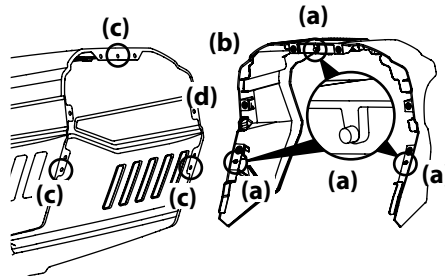

Figura 2-6
Hay tres (3) postes de alineación (a) en el cuello de la campana (b) que se alinean con los agujeros de alineación correspondientes (c) en la campana (d). Ver Figura 2-6.